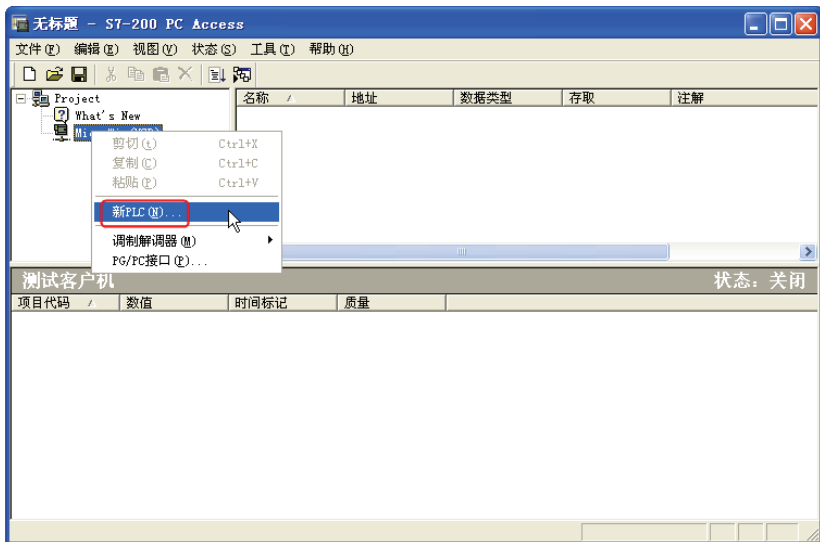
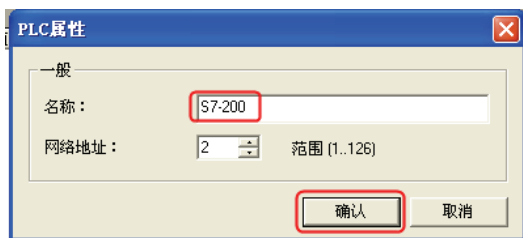

图 10-16 新建 PLC
图 10-17 “PLC 属性”对话框
2) 新建 PLC。如图 10-16 所示，在左侧的浏览器窗口中选“MicroWin(USB)”，单击鼠标右键，弹出快捷菜单，单击“新 PLC”选项，弹出“PLC 属性”对话框，如图 10-17 所示。将 PLC 命名为“S7-200”，单击“确定”按钮。